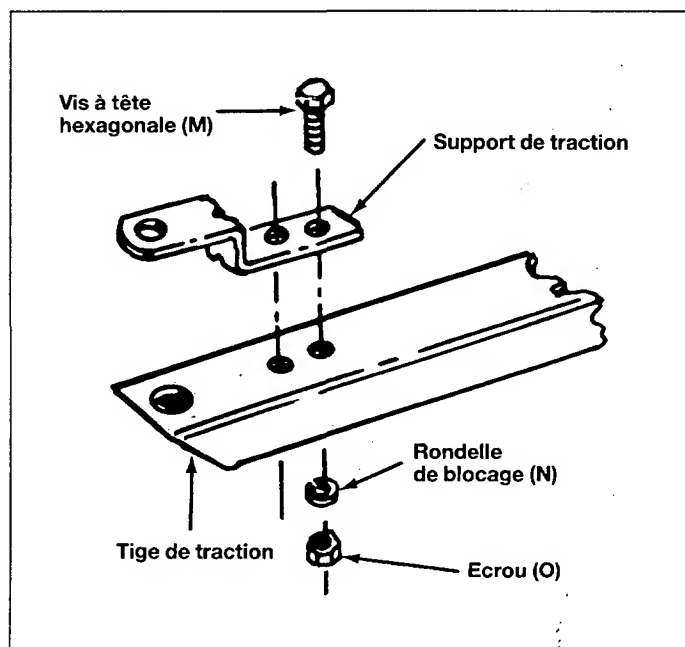

Fig. 14
19. Montez le support de traction sur la tige de traction. Utilisez des vis à tête hexagonale de 10x25 mm (M), des rondelles de blocage (N) et des écrous (O). Voir la figure 14.